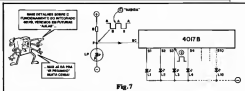

Fig. 7
FIG. 7 - O CIRCUITO/COMO FUNCIONA (ANTECIPAÇÃO TEÓRICA) - São dois os blocos em que se divide o circuito, numa análise "macro": o gerador de clock e o sequenciador. O gerador de clock (em Eletrônica Digital damos o nome genérico de "clock" a um sinal de Frequência fixa, que estabelece as bases de tempo gerais para o funcionamento do circuito como um todo) está formado, de maneira super-simples, unicamente pelo LED "pisca" MCL5151P e "seu" resistor/limitador. O tal LED, na verdade contém um pequeno Circuito Integrado, embutido "lá dentro", junto com a pastilha "comum" emissor de luz (já estudamos isso, na "Aula" nº 5) que, periodicamente (mais ou menos 3 vezes por segundo) "corra" e "libere" a passagem da Corrente pela junção PN responsável pela emissão da radiação luminosa... Notem que, como TENSÃO é função da CORRENTE (e também da RESISTÊNCIA, como aprendemos na já distante - parece que foi ontem... - 1ª "Aula" do ABC...), o "acende-apaga" automático do MCL5151P determinará, no ponto P, nítidos incrementos e decrementos periódicos de Tensão, estabelecendo-se níveis "altos" (A) e "baixos" (B) em sequência, no mesmo ritmo de "piscação" do